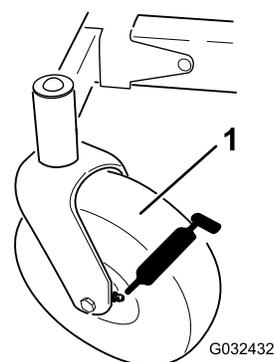
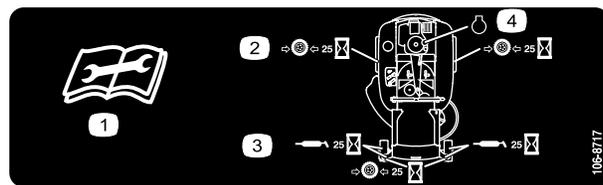

Figura 34
Figura 35
3. Limpe os encaixes de lubrificação (Figura 34 e Figura 35) com um trapo.
4. Ligue uma pistola de lubrificação ao encaixe (Figura 34 e Figura 35).